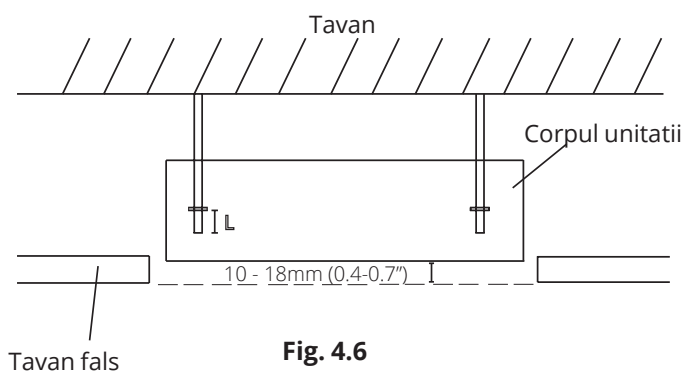

Fig. 4.6
**NOTA:** Partea inferioara a unitatii va fi mai inalta cu 10-18mm fata de tavanul fals. In general, L (Fig 4.6), va fi jumatatea lungimii carligelor de sustinere sau suficient de lunga pentru a preveni desfacerea/caderea piulitelor.